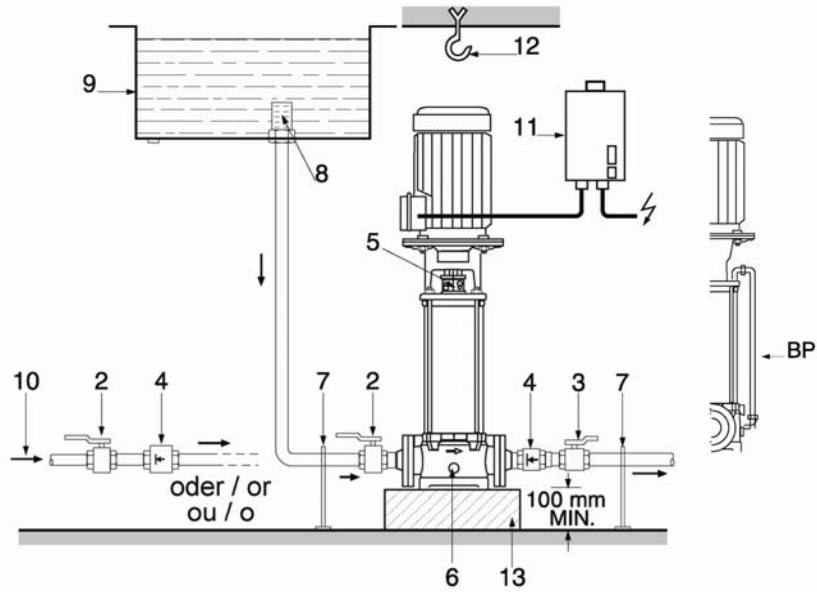

Рис. 2
- устанавливайте насос таким образом, чтобы было достаточно места для обслуживания, ремонта и демонтажа насоса. Насос необходимо устанавливать перпендикулярно на бетонном фундаменте (рис. 2, 3). Между фундаментом и полом необходимо проложить гаситель вибраций (резину) (рис. 2 поз. 13). Размеры для установки и соединения указаны в таблице 1 п. 1.2.1., и на рис. 3
При использовании тяжелых насосов следует вертикально над насосом расположить крюк (рис. 2, поз. 12) или грузоподъемный механизм (общий вес насоса: см. каталог/спецификацию). Крюк позволит при проведении обслуживания или ремонта насоса закрепить подъемное устройство или вспомогательные средства. Следует обеспечить свободное пространство не менее 200 мм.
Подсоедините всасывающий и напорный трубопроводы без механических напряжений. Установите виброгасящие компенсаторы. Трубы должны иметь опоры, чтобы их вес не передавался на насос (рис. 2, поз. 7).
Запорные краны (рис. 2, поз. 2 и 3) должны быть установлены до и после насоса, чтобы избежать необходимости опорожнения и повторного заполнения системы в случае демонтажа/замены насоса. Для уменьшения потерь давления рекомендуется делать всасывающий трубопровод как можно короче, а его диаметр должен быть не менее номинального диаметра всасывающего патрубка насоса. Также избегайте лишних колен у трубопровода и установки арматуры неподходящего проходного сечения. На напорном трубопроводе должен быть установлен обратный клапан (рис. 2, поз. 4)
Если забор воды производится из резервуара, необходимо установить фильтр на всасывающей магистрали (рис. 2, поз. 8), чтобы предотвратить попадание грязи в насос.
При работе с горячими или загазованными средами должна быть установлена перепускная трубка (рис. 2, поз. BP – принадлежность).
-Закреть оба запорных крана (перед насосом и после него) и отверните винт (рис. 2, поз. 5) для удаления воздуха из насоса на полтора-два оборота.
-Медленно открыть запорный кран (рис. 2, поз. 2) на входе в насос, подождать пока воздух не выйдет из насоса полностью и из отверстия для удаления воздуха не начнет течь вода. Заверните винт.
Если место установки не защищено от замерзания, то в холодное время года необходимо слить воду из насоса и трубопровода. Для слива воды из насоса необходимо: закрыть запорные вентили на всасывающем и напорном трубопроводах, открыть сливное отверстие (рис.2, поз. 6) и винт для удаления воздуха (поз. 5).